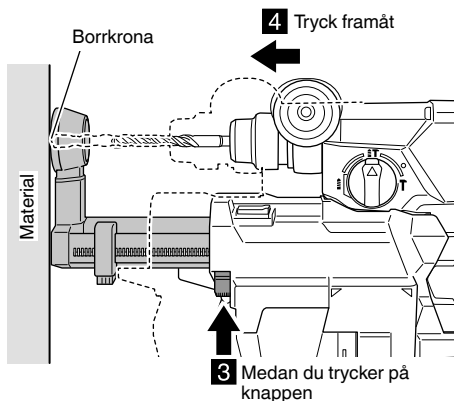

Bild 6
- (3) Medan du trycker på munstyckets justeringsknapp i pilens riktning, tryck verktyget mot materialet, vilket låter munstyckets position att förkortas tills den når den position där borkkronan kommer i kontakt med materialet. (Bild 6)